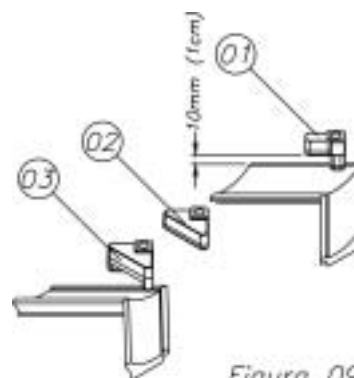

Figura 09
g) Para molduras com "rebaixo contrário", deve-se utilizar o pressionador modelo "V01" figura 09(01), ou Modelo "V03" 09(03). Com isso consegue-se um melhor acabamento após o fechamento do quadro, pois estes possuem uma maior flexibilidade na sua utilização, evitando assim, danos para a moldura.
c) O pressionador da moldura, figura 09(01, 02 e 03), deve ser limpo periodicamente com água morna, sem nenhum tipo de detergente, pois com o tempo, a cola usada nos quadros adere a superfície do mesmo.